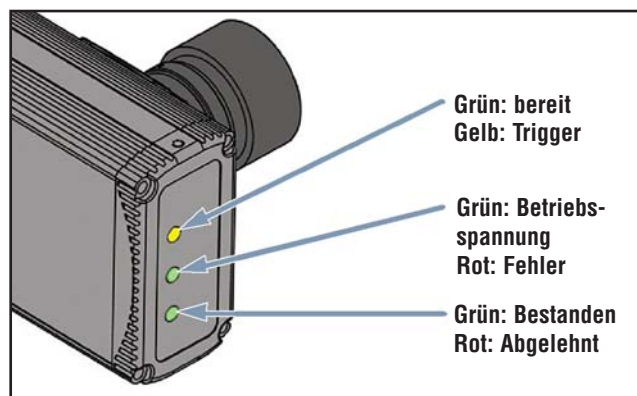

Abbildung 3-1. LEDs am *PresencePLUS P4*
6. Schalten Sie die Hardware ein und prüfen Sie, ob die rote Fehler-LED AUS geht. Beim Spannungshochlauf leuchten alle Sensor-LEDs 15 bis 20 Sekunden lang auf (siehe Abbildung 3-1).